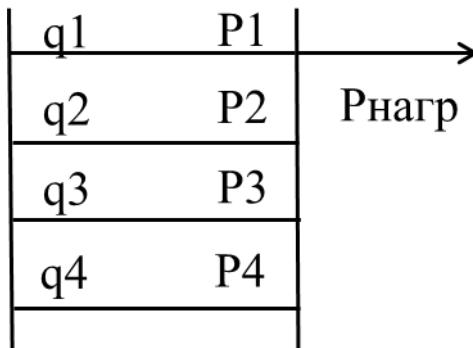

Рис. 2. Схема электропередачи
**Задача 2.** Вычислить вероятность передачи электрической мощности Рнагр и Рнагр/2 в соответствии с исходными данными и электрической схемой (табл. 2, рис. 2).